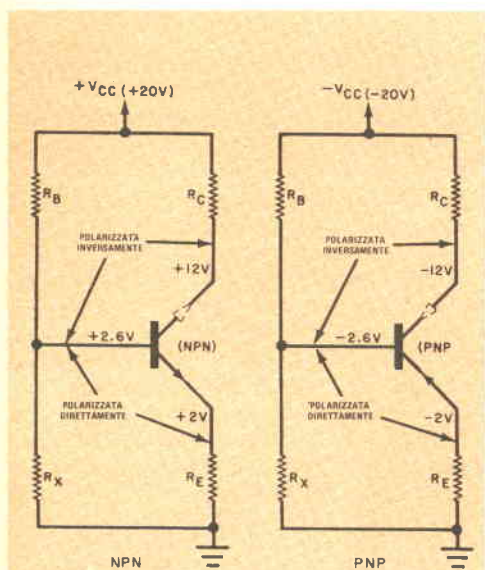
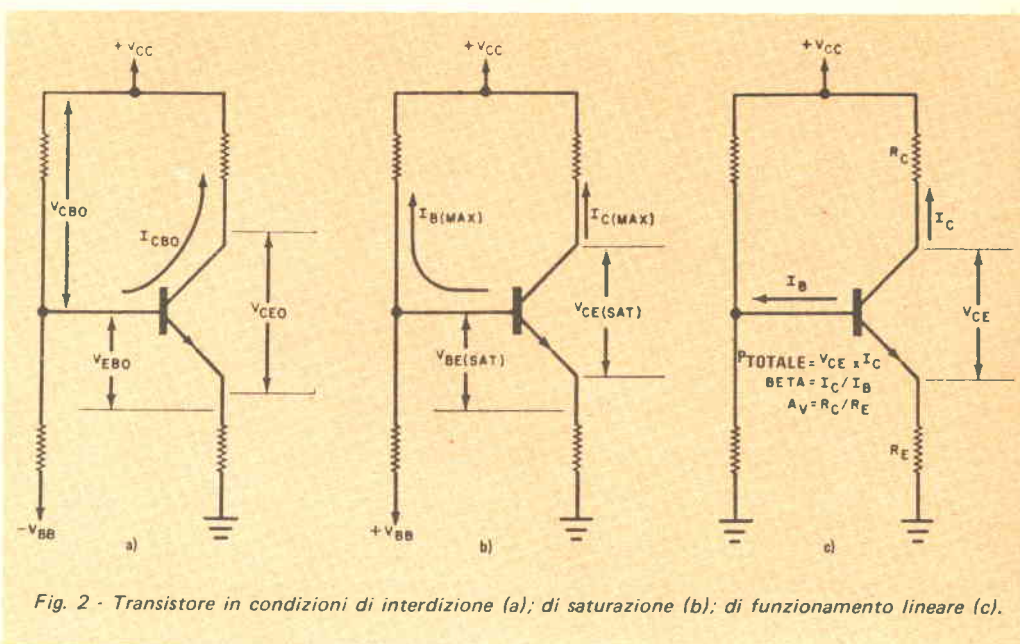
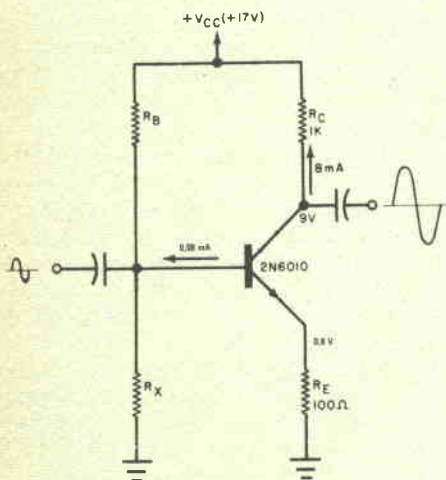

Fig. 1 - Polarizzazioni dirette e inverse richieste per un transistor n-p-n e per un transistor p-n-p.
Fig. 2 - Transistore in condizioni di interdizione (a); di saturazione (b); di funzionamento lineare (c).
Fig. 3 - Schema utilizzato per mostrare come i vari parametri vengano utilizzati nel progetto di un circuito.
Come il lettore certamente saprà, il transistoro bipolare viene di norma polarizzato direttamente nella sua giunzione base-emettitore, ed inversamente nella sua giunzione base-collettore (fig. 1). Nelle condizioni di funzionamento lineare del transistoro, una piccola variazione della corrente di base, I_B , produce una variazione molto maggiore nella corrente di collettore I_C . Un transistoro, però, ha anche altre condizioni di funzionamento: l'interdizione e la saturazione.
Parametri e caratteristiche - Presenteremo ora i dieci parametri caratteristici, che devono essere tenuti presenti allorché si sceglie un transistoro (od allorché si deve progettare un circuito che impiega un dato transistoro). Nella discussione di ciascun parametro si farà riferimento ad uno dei circuiti illustrati nella fig. 2.
(10) H_{FE} : è il guadagno di corrente del transistore quando esso è inserito in un circuito ad emettitore comune (come mostrato nella fig. 1, nella fig. 2 e nella fig. 3) ed è più frequentemente indicato con il nome di "beta" (β) del transistore. Il beta viene definito come il rapporto tra la corrente di collettore e la corrente di base ($\beta = I_C / I_B$) ed è uno dei parametri più importanti di un transistore; esso determina il guadagno ottenibile da un circuito ed il valore dei resistori da impiegare per la polarizzazione. Può venire
specificato con un campo di valori (ad esempio, da 10 a 100) o con un gruppo di valori, relativi ciascuno ad una determinata corrente di collettore (ad esempio: 50 per 1 mA; 20 per 10 mA; ecc.). Per decidere quale sia il valore di beta richiesto per un transistore da impiegare in un circuito, si calcolino il valore della corrente di collettore richiesta da quel circuito ed il valore della corrente di base disponibile. In ogni circuito avente struttura simile a quella mostrata nella fig. 2-c, il beta deve avere un valore più alto del rapporto R_C / R_E , ma non deve essere tanto grande da portare il transistore in saturazione. Nel mettere a punto un nuovo circuito, il parametro più critico è il valore minimo di beta richiesto, i resistori di polarizzazione potranno poi essere fissati in base al valore di beta prescelto.
Come usare questi parametri - Con l'aiuto del circuito della fig. 3, vedremo ora qual è il ruolo dei vari parametri nel progetto di un circuito, e qual è il procedimento da seguire per attuare questo progetto.